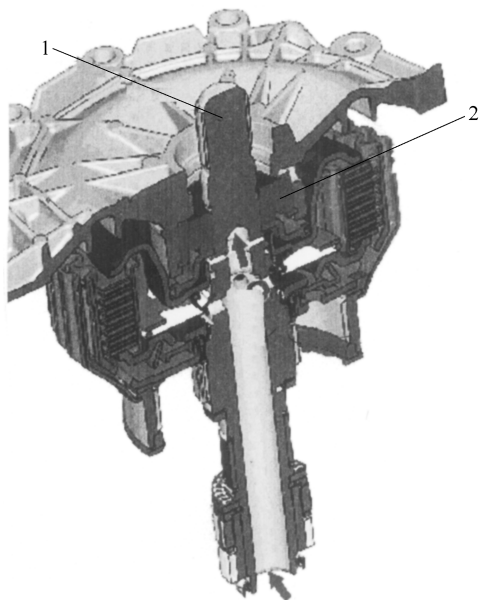

图 2-2-30 输入轴的剖视图
(8) 如图 2-2-30 所示，用冰雾喷射剂对输入轴进行冷却，以使盖板及滚珠轴承 2 容易压出。
(9) 清洁压力台架 T40099 的表面，将输入轴放